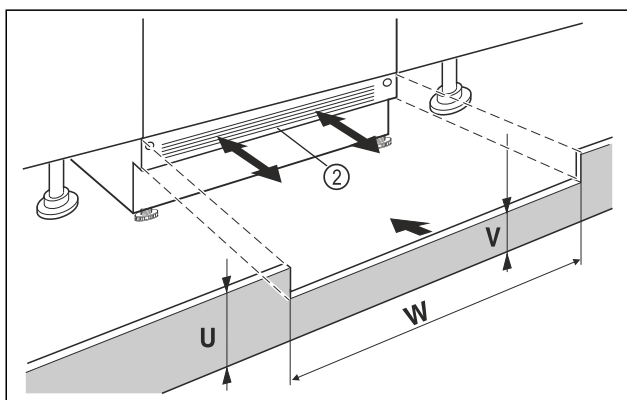

Fig. 15 Ilustrační zobrazení
- Nasadte krycí lištu spotřebiče Fig. 15 (2) ale ještě nepřipevňujte.
- U viditelné krycí lišty Fig. 15 (2) tuto lištu vytáhněte dopředu natolik, až jsou přední hrana větrací mřížky a nábytkové krycí lišty zarovnané.
- Při zakryté krycí liště Fig. 15 (2) tuto lištu zasuňte úplně dozadu.
- Dbejte a zcela volné větrací štěrby: V případě potřeby přizpůsobte krycí lištu nábytku Fig. 15 (U) na potřebnou výšku!
- Podél šířky výklenku Fig. 15 (W) přizpůsobte výšku můstku Fig. 15 (V) pod krycí lištu spotřebiče Fig. 15 (2).